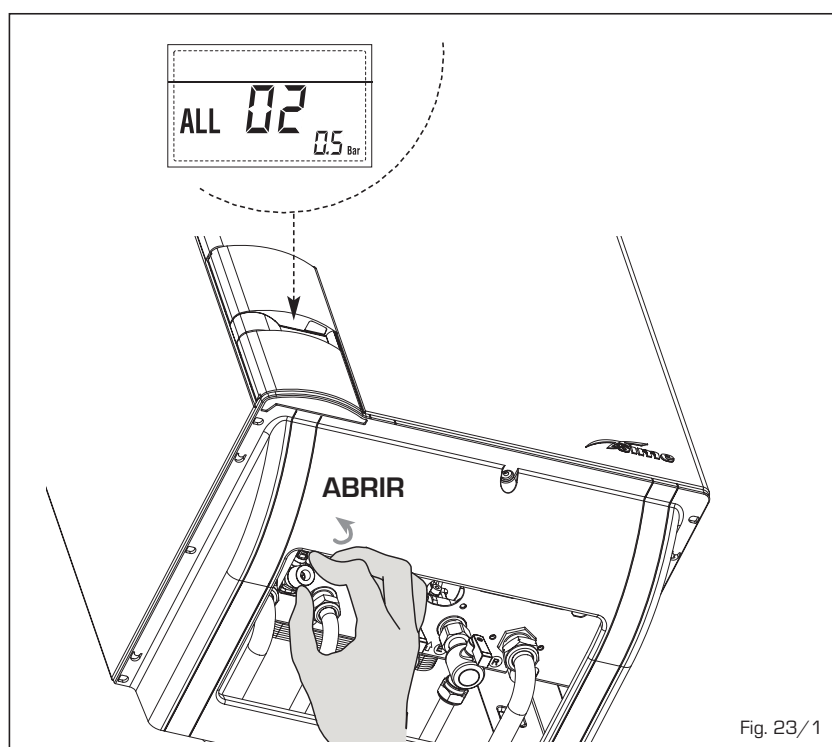

Fig. 23/1
- **ANOMALÍA ALTA PRESIÓN AGUA "ALL 03" (fig. 23/2)**